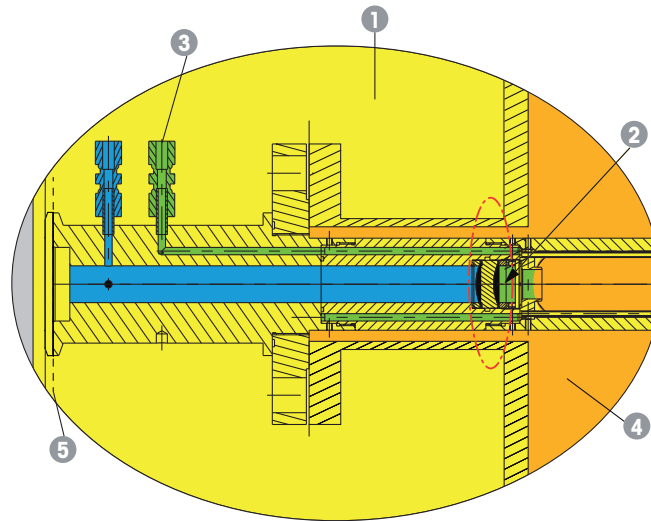

Figure 88 Interface du GPro 500 entre la zone 0 et la zone 1
- 8 Pour consulter la vue en coupe, voir Figure 88 « Interface du GPro 500 entre la zone 0 et la zone 1 » à la page 126